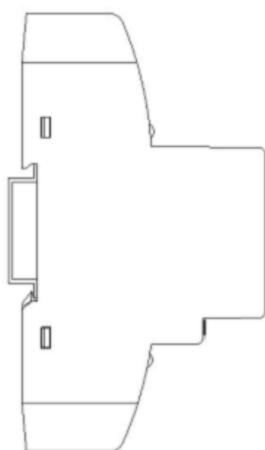
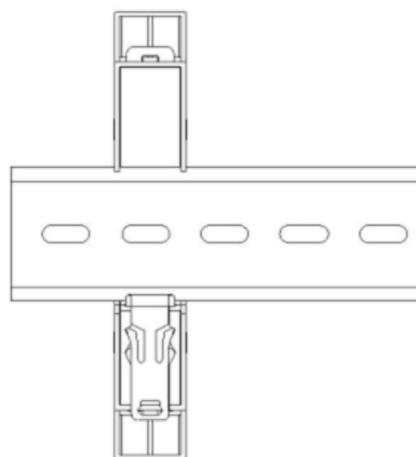

Figura 2:Colocar el equipo en el carril DIN.
Figura 3: Instalar el equipo en el DIN.
- 3.- Colocar el equipo en el carril DIN tal y como se muestra en la **Figura 2**, Empujar hacia arriba el clip para fijar el **CEM-C5** en el carril DIN, ver **Figura 3**.